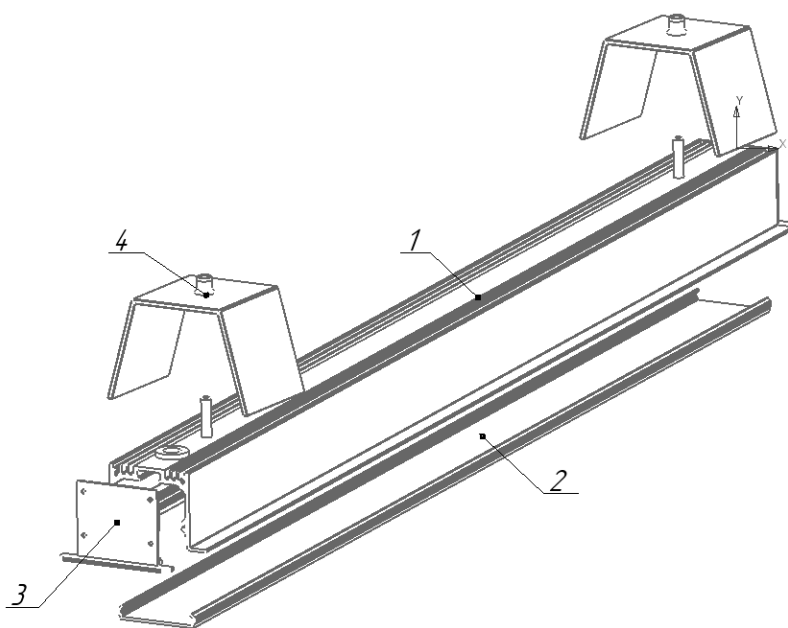

Рисунок 2 - Снятие крышки светильника ДВО18
5.3.2. 2). Снимите скобы со светильника, открутив винты (см. рисунок 2).